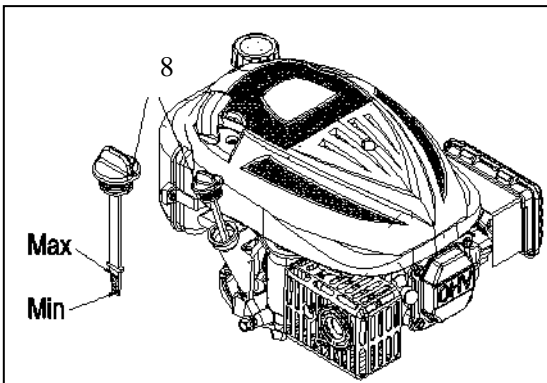

Fig. 7
2. Retire el tapón de llenado de aceite / varilla medidora (8) y límpielo.
3. Inserte el tapón de llenado de aceite / varilla de medición (8) en el cuello de llenado de aceite como se muestra, pero no lo enrosque, luego retírelo para verificar el nivel de aceite.
4. Si el nivel de aceite está cerca o por debajo de la marca de límite inferior en la varilla de nivel, retire el tapón de llenado de aceite / varilla de nivel (8) y llene con el aceite recomendado hasta la marca de límite superior (borde inferior del orificio de llenado de aceite). . No llene demasiado.
5. Vuelva a instalar el tapón de llenado de aceite / varilla medidora (8). (Ver Fig.7)